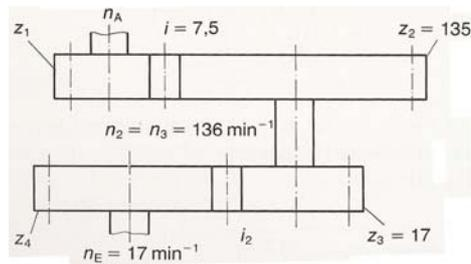

Abb.4: Getriebe SG2
- 28) Berechne zu dem Getriebe SG2 (Abb.4)  $n_A$ ,  $z_1$ ,  $z_4$ ,  $i_2$  und  $i_{ges}$ .